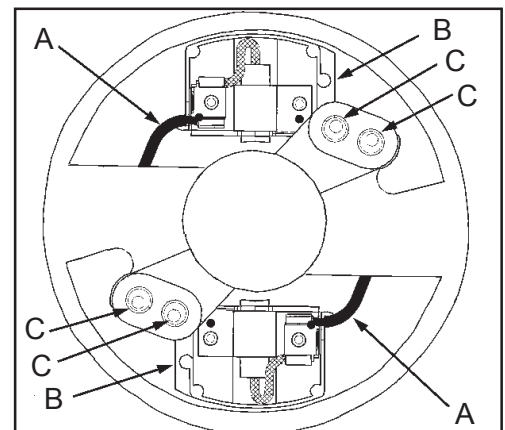

Figura 13
3. Per sostituire le spazzole, scollegare il filo (A) dal porta-spazzole (B). Quindi, rimuovere le due viti e rondelle (C) fissando il supporto all'alloggiamento motore. Vedere la Figura 13.